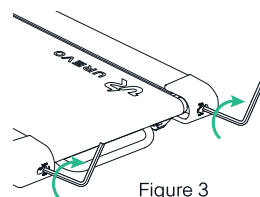

Figure 3
2. Avec la clé hexagonale, tournez les deux vis du rouleau tendeur de $1/2$ de tour dans le sens horaire (voir figure 3).